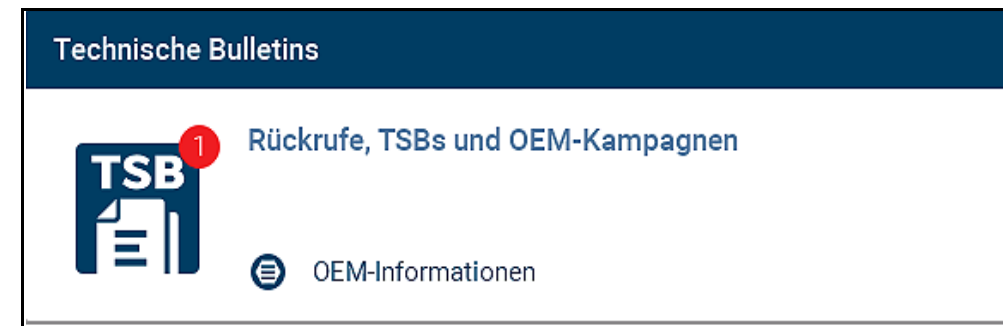

Abbildung 6-6
Die Registerkarte „Technische Bulletins“ (*Abbildung 6-6*) enthält einen Schnellzugriff auf verfügbare Informationen über OEM-Rückrufe, -TSB und -Kampagnen, die mit dem Code zusammenhängen.
- Ein rotes Symbol (*Abbildung 6-6*) zeigt die Gesamtanzahl an gefundenen Rückrufen, TSBs und OEM-Kampagnen an. Ein grünes Häkchen weist darauf hin, dass keine TSSs gefunden wurden.